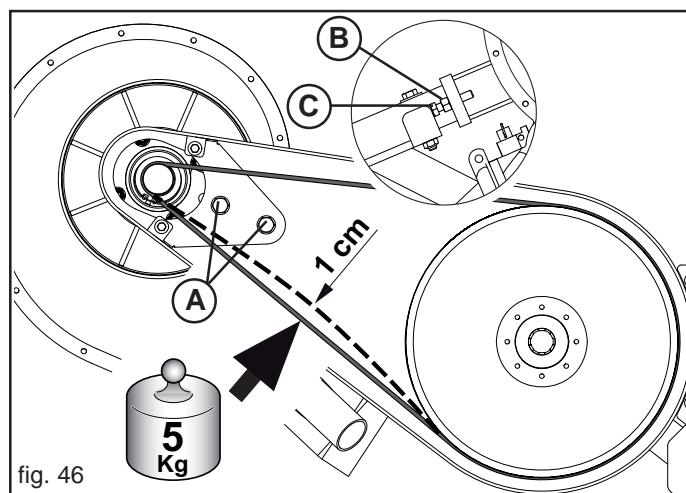

fig. 46
Togliere il carter di protezione. Premere sulla cinghia, nella zona centrale fra le due pulegge, con una forza di circa 5 Kg, la forza deve provocare una deformazione sulla cinghia di max. 1 cm (Fig. 46).
- Allentare le viti (A, Fig. 46);
- Allentare il dado (B, Fig. 46);
- Mettere in trazione la cinghia con la vite (C, Fig. 46) e bloccare con il dado (B);
- Serrare le viti (A) prima allentate e rimontare il carter di protezione.